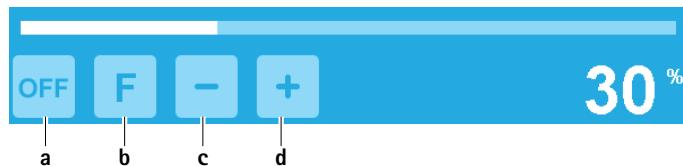

Рис. 7 Включение промывочной помпы/функции Flush
- Активация промывочной помпы: Нажать кнопку для включения промывочной помпы a, см. Рис. 7.
- Выключение промывочной помпы: Нажать кнопку отключения промывочной помпы a, см. Рис. 7.